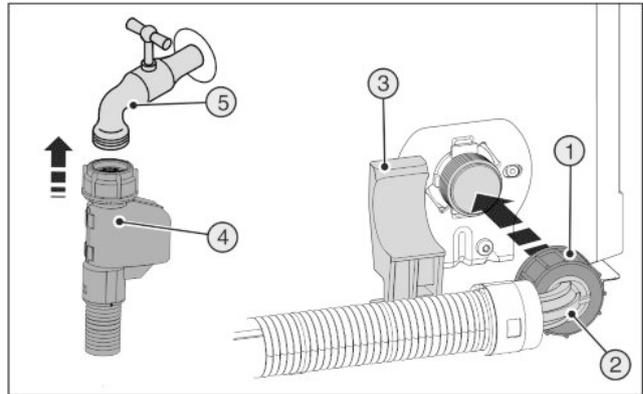

Fig. 21
- Raccorder l'extrémité droite du tuyau Fig. 21 (4) au robinet d'arrêt. Fig. 21 (5)